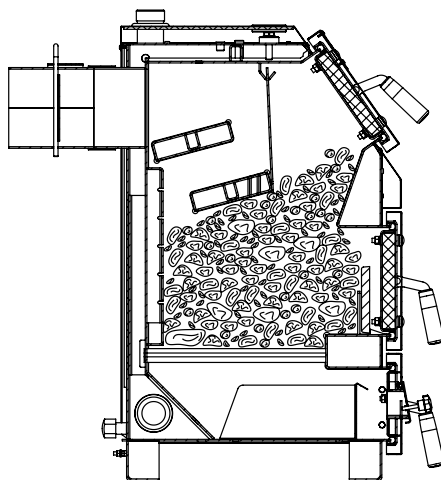

Рис.7 Заполнение котла топливом для режима длительного горения
8.4.9. После достижения желаемой температуры теплоносителя в котле уменьшите количество подводимого воздуха закрытием заслонки на дверце (поз.16). Мощность котла в грубых пределах регулируется с помощью изменения тяги поворотом задвижки (поз.18) в дымоходе. Тонкая регулировка производится заслонкой (поз.15). Дополните по необходимости топку топливом в зависимости от потребления тепла и интенсивности горения. Высота слоя должна быть равномерна по всей глубине топки. Для использования котла в режиме длительного горения, вычистите колосниковую решетку. Хорошо разожгите котел (п.8.4.1-8.4.2), после чего заполните топку через загрузочную дверцу (поз.12). В режиме длительного горения (рис.7) допускается наполнение топки топливом до нижнего края заслонки теплообменника (поз.27). Добавленное топливо хорошо разожгите, а затем снизьте мощность котла, уменьшая тягу путем прикрытия заслонок на дымоходе и дверце котла.